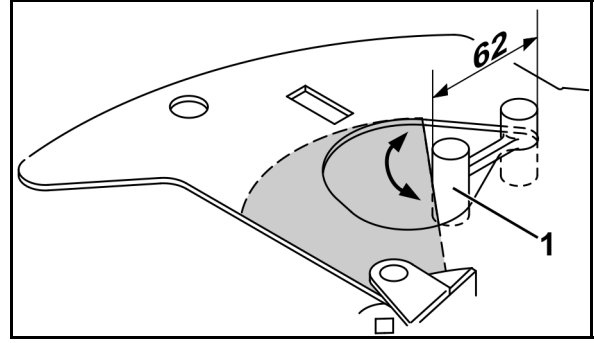

Fig. 8
2. Ayar mastarı (Fig. 8/1) uç kısımlardan biri ile tahliye deliğinin burun kısmına sokulmalıdır.